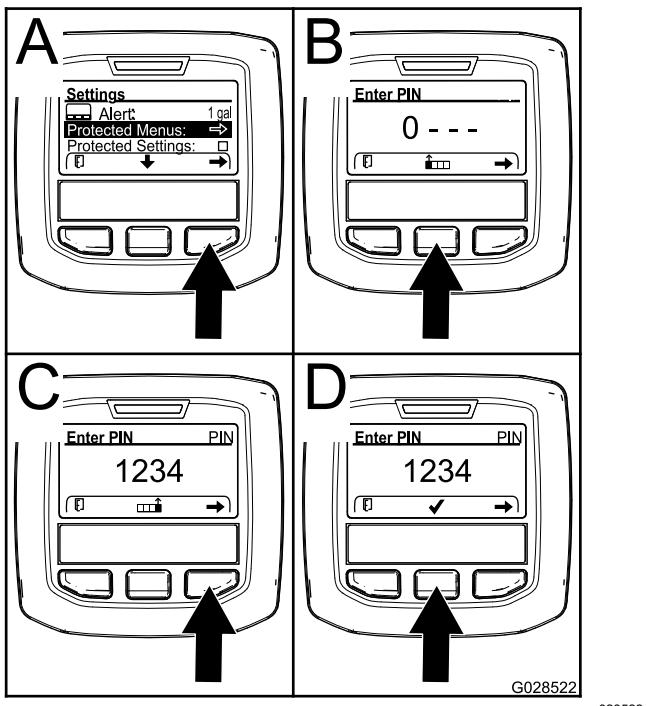

Рисунок 26
- В меню SETTINGS (Настройки) с помощью средней кнопки прокрутите меню вниз к пункту PROTECTED MENU (Защищенное меню), и нажмите правую кнопку (Рисунок 26А).
- Чтобы ввести ПИН-код, нажмите среднюю кнопку и удерживайте ее в нажатом положении до появления первой цифры, затем нажмите правую кнопку, чтобы перейти на следующую цифру (Рисунок 26Б и Рисунок 26С). Повторяйте этот пункт до тех пор, пока не будет введена последняя цифра, затем нажмите правую кнопку еще раз.
- Нажмите среднюю кнопку для ввода ПИН-кода (Рисунок 26Д).